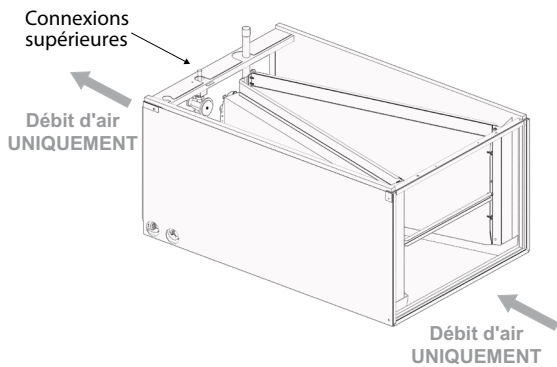

FIGURE 2.
- Les **serpentins horizontaux en A avec connexions latérales** sont bidirectionnels (Figure 2). Montré ci-dessous avec des panneaux découpés pour plus de clarté.